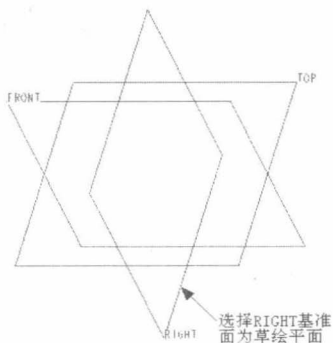

图1-4 选择草绘平面
3. 系统弹出【草绘】提示对话框，提示选择拉伸剖面草绘平面。选择如图 1-4 所示的 RIGHT 基准面作为草绘平面。